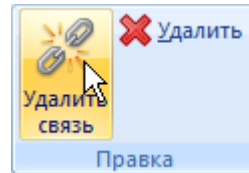

Рис. 10-396 – Панель «Правка»
- 3) Нажать кнопку «Виды ТО» панели «Создать» на вкладке «Правка», выбрать из раскрывшегося списка вид ТО и ФИ (рис. 10-396). При выборе значения «Все виды плановые»